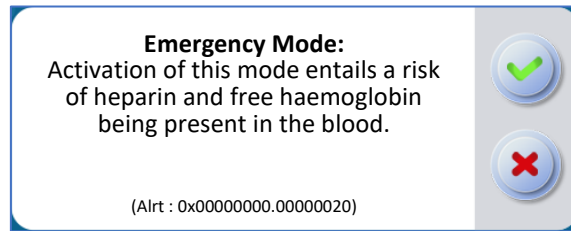

Figure 109 : Ecran pour la fonction urgence
- The following message appears on the screen (Cf. Figure 109):